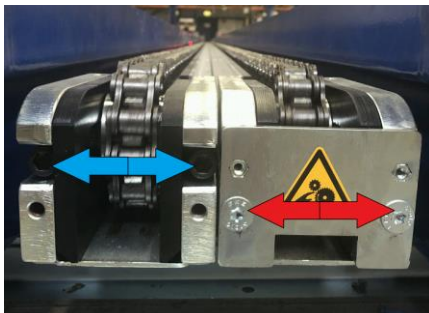

Abbildung 8.3 Transportketten spannen
Die Transportketten dienen dazu, die Fracht auf dem System zu positionieren und weiterzuschieben. Diese Ketten dehnen sich im Laufe der Zeit und müssen dann nachgespannt werden. Der Spannmechanismus ist in Abbildung 8.3 zu sehen.
2. Lösen Sie die Schrauben von der Abdeckplatte. (in Abbildung 8.3 mit den roten Pfeilen gekennzeichnet)
4. Spannen Sie die Förderkette, indem Sie die beiden Spannbolzen (in Abbildung 8.3 mit den blauen Pfeilen gekennzeichnet) im Uhrzeigersinn drehen. Spannen Sie die Kette links und rechts gleichmäßig, damit die Kette oder das Kettenrad nicht schief ausgerichtet sind.